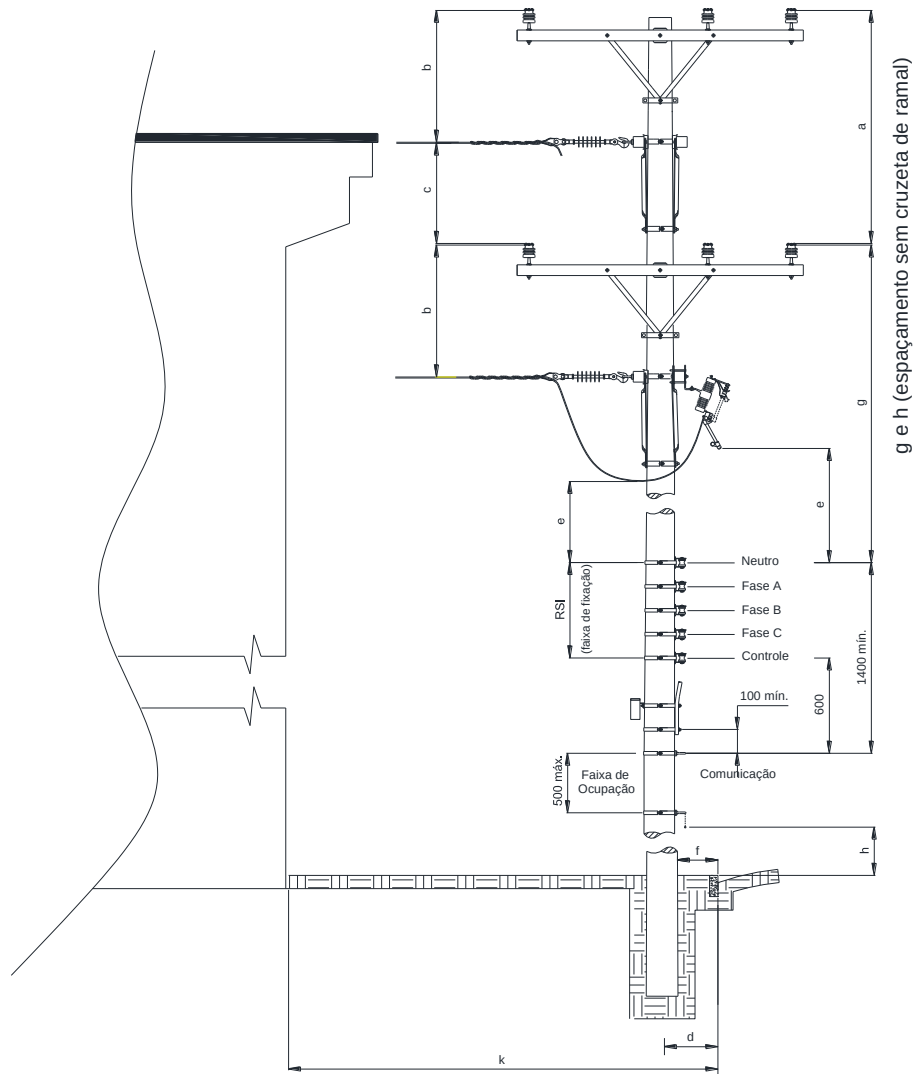

Figura 2 – Afastamentos mínimos - Estruturas
2. Caso seja prevista a utilização de redes de telecomunicação na estrutura, são considerados os afastamentos da Figura 2;